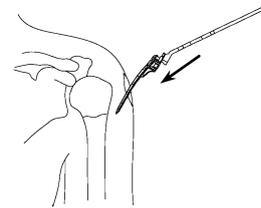

図 2
- 2) ハンドルを把持し，プレートを皮切部から滑り込ませます。（図 2）